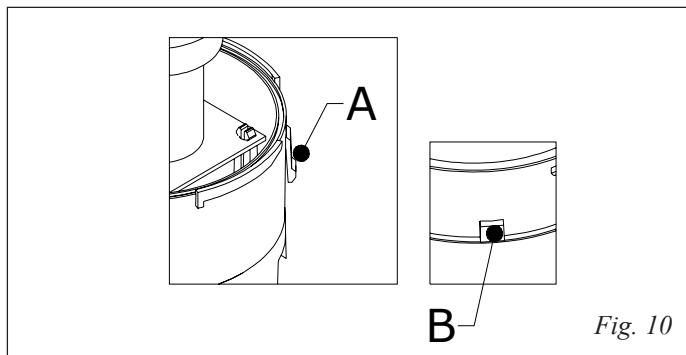

Fig. 10
- N.B.: Sulla base della calotta è prevista una linguetta di bloccaggio (Fig. 10 rif. A) che si deve accoppiare con l'incasso ricavato sulla calotta (Fig. 10 rif. B).